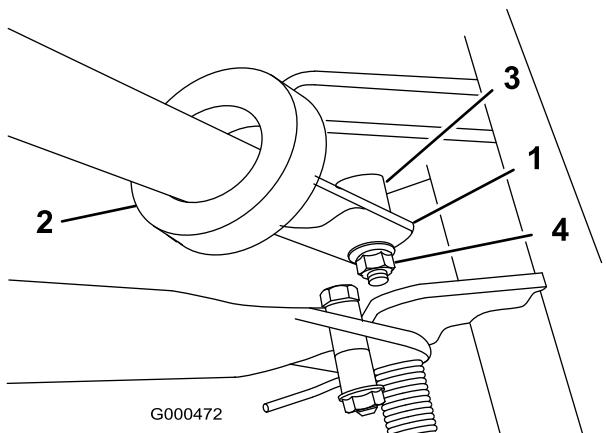

Figura 5
2. Introduzca los extremos del manillar por las ranuras de los brazos de soporte del manillar (Figura 5).
3. Apriete las secciones inferiores hacia dentro e instálelas sobre el talón del bulón (Figura 5).
4. Fije el manillar al perno y al bulón con la contratuerca de arandela prensada (Figura 5).